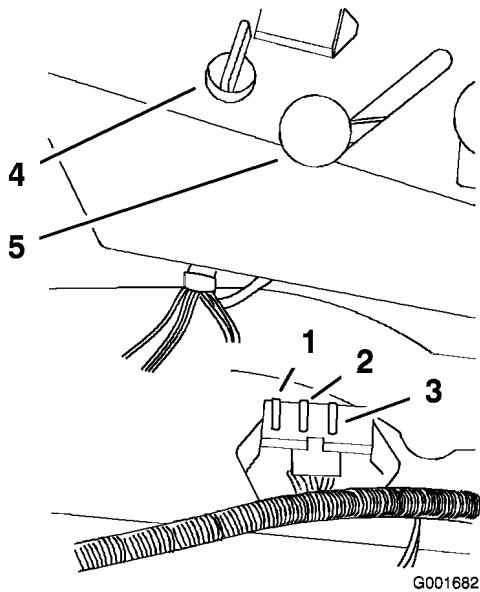

Figura 42
- Levante el asiento para tener acceso al portafusibles (Figura 42).
- Instale un fusible nuevo (Figura 42).